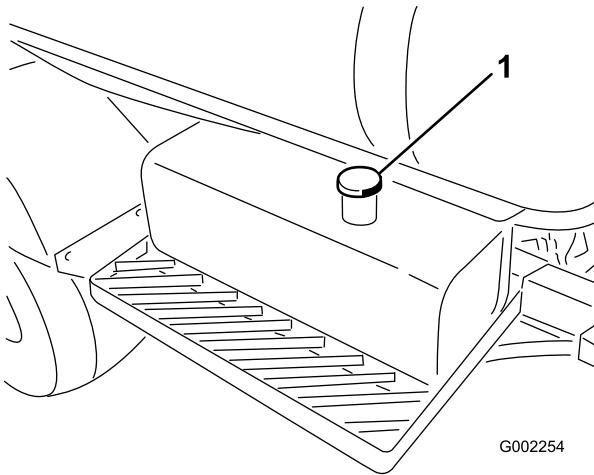

Figura 58
- Limpie la zona alrededor del tapón del depósito de aceite hidráulico y retire el tapón (Figura 58).